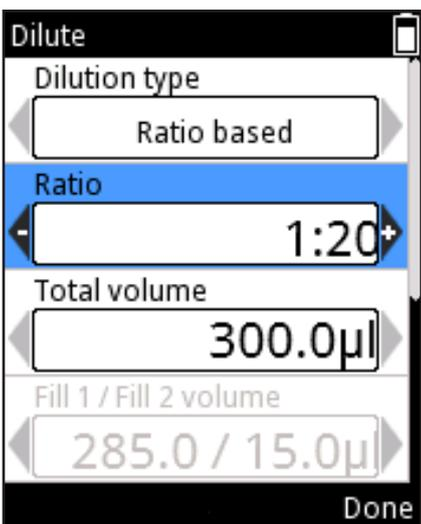

图 D28.
1. 滚动至 Ratio (比例) 然后利用 ， (图 D28) 更改数值。